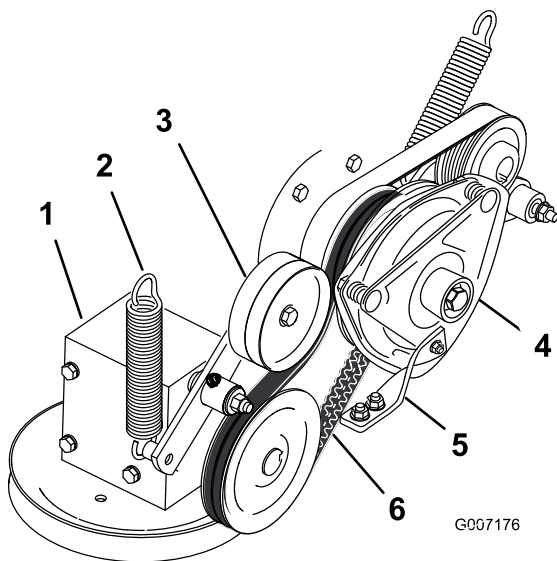

Figura 92
4. Togliete la molla di tensione dal braccio di rinvio (Figura 92).
7. Montate la cinghia di trasmissione della PDF attorno alla puleggia della frizione e la puleggia della scatola ingranaggi (Figura 92).
9. Montate la molla sul braccio di rinvio (Figura 92).